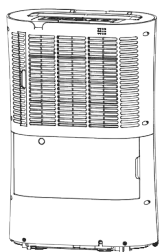

Рис. 3
2. Отключите шнур питания от электрической сети. Обеспечьте свободный доступ к задней панели прибора (рис. 3).